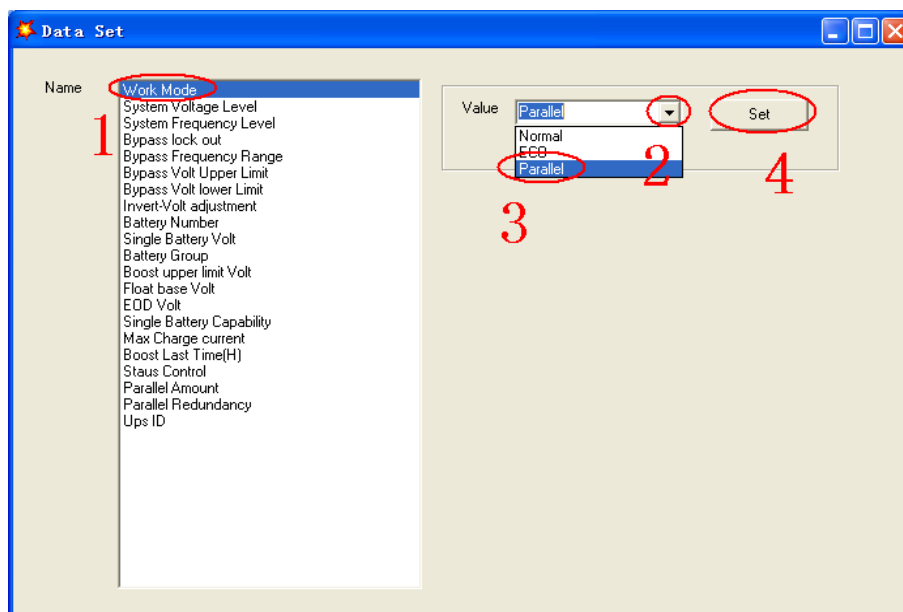

Fig. 5-13 Selección modo paralelo
4. En la ventana «Data Set» (ajuste de datos), haga clic en «Work Mode» (modo de funcionamiento), seleccione «Parallel» (paralelo) como valor, luego haga clic en «Set» (ajustar) como se muestra en la imagen siguiente (Fig. 5-13). Si el SAI emite un pitido, significa que el ajuste es correcto.